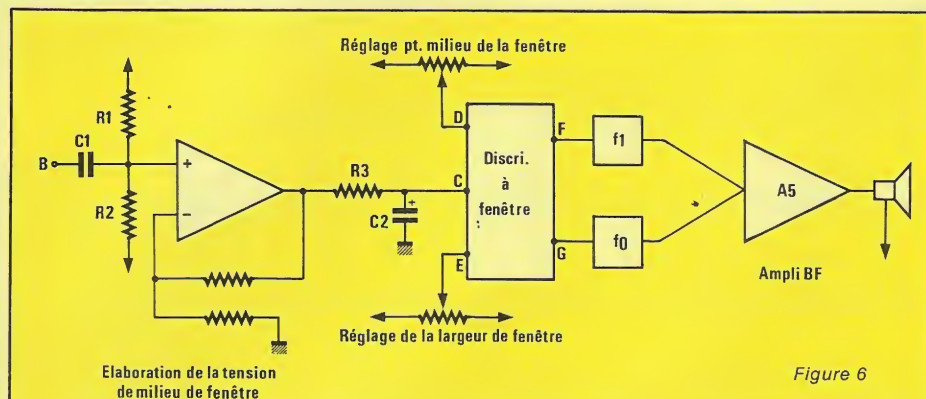

Figure 6
Un détecteur conçu comme indiqué à la figure 6 est sensible, discrimine et reste silencieux lorsque la tête n'est perturbée que par la minéralisation du sol. Le signal, prélevé au point B, est amplifié par un amplificateur dont la tension d'entrée est fixée par les résistances R1 et R2. Le condensateur C1 élimine la composante continue du signal (B). Cette tension, multipliée par le gain de l'amplificateur donne la tension d'entrée du discriminateur à seuils. Elle doit être identique à la tension D référence du point milieu du discriminateur à seuils. La variation de la tension en E détermine la largeur de la fenêtre. Le réglage fait varier la valeur des seuils Haut et Bas symétriquement par rapport à la valeur du point milieu. Il est dénommé « réglage de l'effet de sol ».